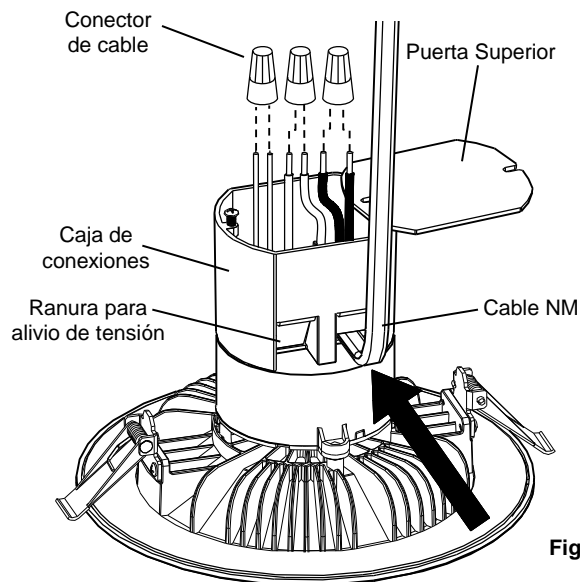

Fig. 3
4. Abra la puerta superior de la caja de empalmes. Inserte unos 5 o 6 pulgadas del cable NM en la caja de conexiones a través de una de las ranuras para alivio de tensión. (Fig. 3)
5. Retire al menos 3" de la vaina externa del cable y la envoltura plástica o el papel de embalar. Pele aproximadamente 3/8" de aislamiento de los extremos de los cables de alimentación. Usando los conectores de cable, haga las siguientes conexiones de cables dentro de la caja de conexiones (Fig. 3):